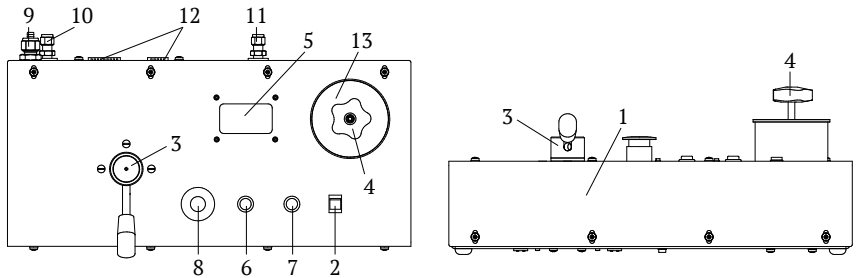

Рис. 2. Внешний вид пульта управления:
### 4.2 Внешний вид пульта управления показан на рис. 2.
4.7 Пульт управления состоит из корпуса 1 (Рис.2) изготовленного из стального листа и окрашенного порошковой эмалью. На пульте установлены: кнопка включения системы 2, рычаг переключения режимов работы 3, позволяющий переключать систему в режим предварительной накачки и в режим регулирования давления, так же установлен стакан 13 для рабочей жидкости и вентиль сброса давления 4. Информационный дисплей 5 предназначен для отображения текущего и установочного-максимального создаваемого давления системы. Дисплей не является СИ (является индикатором). Кнопки 6 и 7 позволяют в ручную изменить максимальное давление в диапазоне 0...61 МПа. Кнопка 6 служит для понижения установочного давления, а кнопка 7 соответственно для его повышения (при длительном нажатии значение будет изменяться на 1 МПа, при коротком на 0.2 МПа). Кнопка аварийного отключения 8 служит для выключения системы при аварийной ситуации. В пульте управления установлена электронная плата управления, выпускной клапан, шаровый кран с датчиками положения, а сам пульт предназначен для управления всей системой и изменения режимов ее работы.
4.10 Режим предварительного создания давления (определяется положением *рукоятки 3 (Рис. 2)* пульта управления). Данный режим используется для заполнения присоединенных манометров или других гидравлических устройств, рабочей жидкостью, путем сжатия оставшегося в них воздуха. При отклонении джойстика от себя происходит включение движения штока насоса вперед, со скоростью пропорциональной величине отклонения, и рабочая жидкость вытесняется через выпускной клапан в систему и в подключенные манометры или другие устройства. При достижении штоком конечного положения возрастание давления на выходе системы прекращается и он автоматически возвращается в начальное положение (рукоятку джойстика отпускать не нужно) с максимальной скоростью (в этот момент происходит всасывание рабочей жидкости из *така-на 13 (Рис. 2)* в полость насоса через впускной клапан). При достижении штоком начального положения, он автоматически начинает двигаться вперед возобновляя цикл повышения давления со скоростью определяемой положением джойстика. Далее процесс повторяется циклически. Количество циклов зависит от внутреннего объема присоединенных манометров или другого оборудования. При приближении давления в системе к необходимому, необходимо снизить скорость повышения путем уменьшения угла отклонения рукоятки джойстика. Затем полностью остановить поднятие давления отпустив джойстик, после чего происходит автоматический возврат штока в начальное положение. В данном режиме джойстик работает только от себя, т. е. на повышение давления.